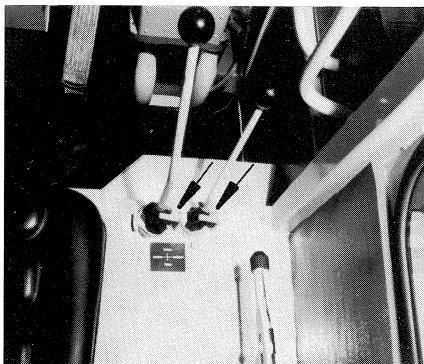

FIG. 10
- Immobiliser les deux leviers de commande dans la cabine avec les dispositifs de blocage (fig.10/ flèches).
Verrouillage des manettes voir fig. 10